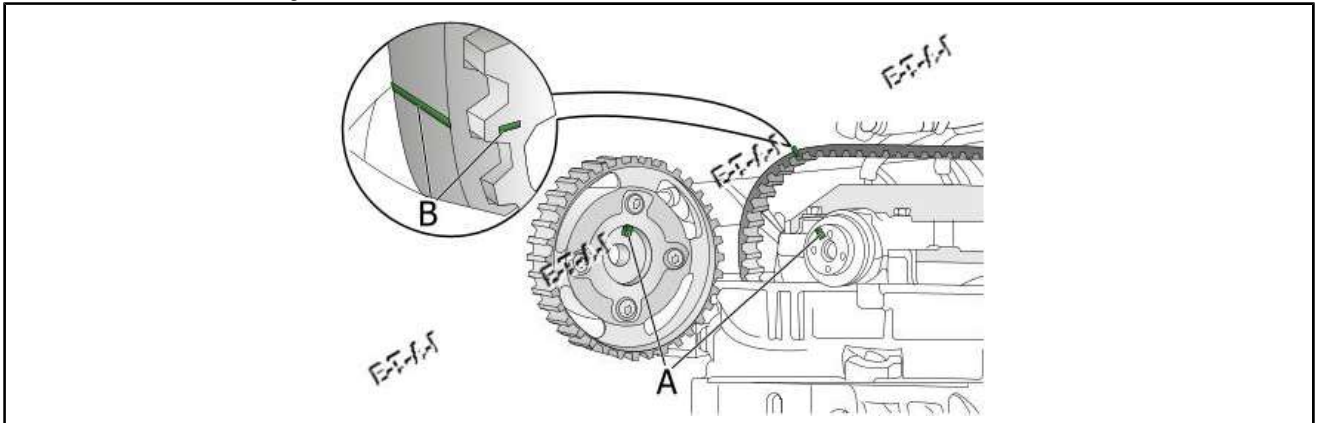

Fig.19
- Arbre à cames d'admission :Fig.19